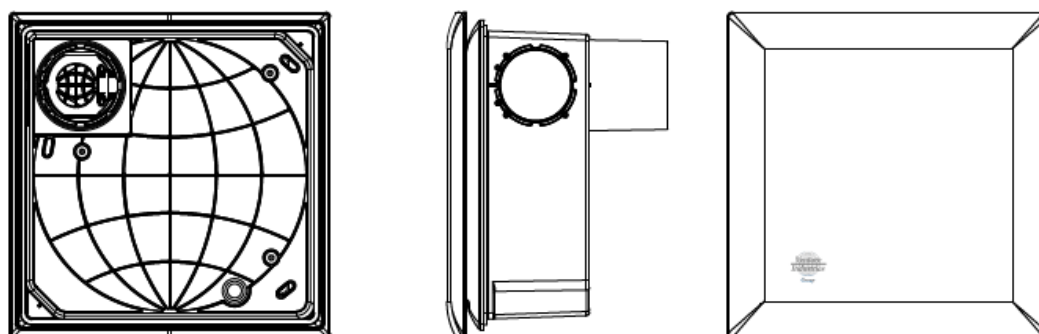

Rys. 4.3: Otwory montażowe i przepust kablowy
- W obudowie przewidziano trzy otwory montażowe do przykręcenia do ściany, z których można skorzystać przy montażu (rys. 4.3).
- Wentylator należy zainstalować zgodnie z rys. 4.3 wykorzystując wszystkie przewidziane otwory montażowe.